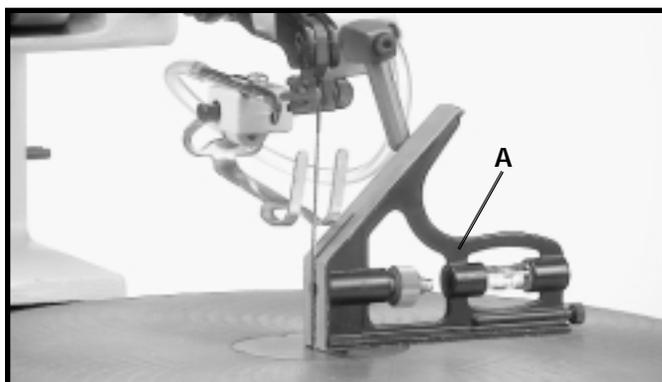

Fig. 32
2. À l'aide d'une équerre, vérifiez si la table (A) fig. 32, est perpendiculaire à la lame comme l'illustre la figure.